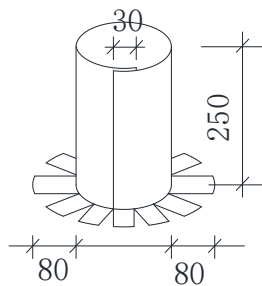

图 3 出屋面管防水卷材
l) 出屋面管道根部应采用卷材包裹，高度 $250\text{mm} \pm 5\text{mm}$ ，包裹卷材自行搭接宽度为 $30\text{mm} \pm 5\text{mm}$ 。包管卷材至管根应采用“裙分”开叉的方法与平面卷材搭接，“裙分”宽度为 $80\text{mm} \pm 5\text{mm}$ ，分 12~14 等份（图 3）。